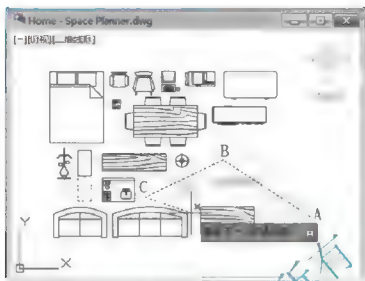

图 1.30 圈选
- (2) 在命令行输入“E”后按 Enter 键，启动【删除】命令。
- (3) 在**选择对象**:提示下，输入“F”后按 Enter 键。
- (4) 在**指定第一个栏选点或拾取/拖动光标**:提示下，在 A、B、C 处依次单击后，拉出如图 1.30 所示的虚线，虚线和“方桌”“钢琴”“花”相交，按 Enter 键后它们呈灰色显示（即被选中）。
- (5) 在**选择对象**:提示下，按 Enter 键结束【删除】命令，被选中的图形即被删除。
- (6) 按 Ctrl+Z 组合键执行【放弃】命令。